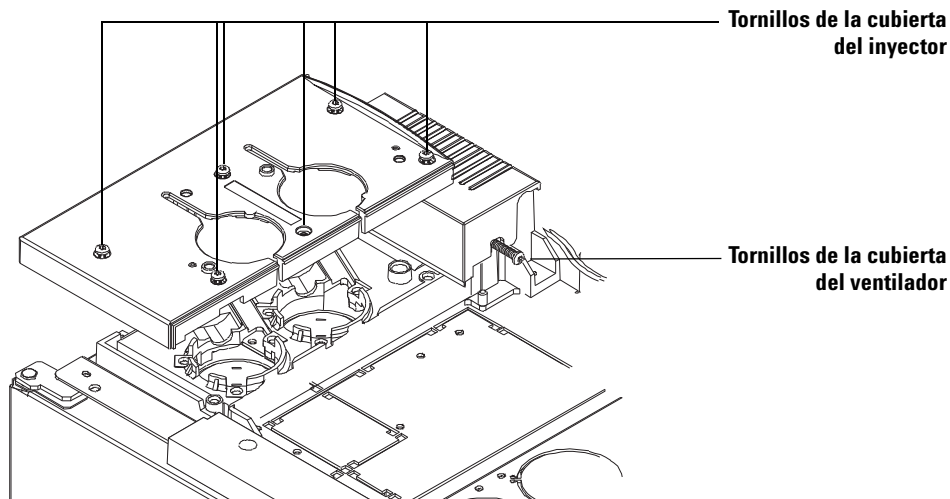

Figura 2 Extracción de la cubierta superior del puerto de inyección y de la cubierta del ventilador del inyector (GC serie 6890)
- 1 Afloje el tornillo Torx T-20 situado a la derecha de la cubierta del ventilador. Consulte la sección Figura 2 en la página 43 para ver las ubicaciones de los tornillos.
- 1 Afloje por completo los seis tornillos Torx T-20 situados en la parte superior de la cubierta (Figura 2).